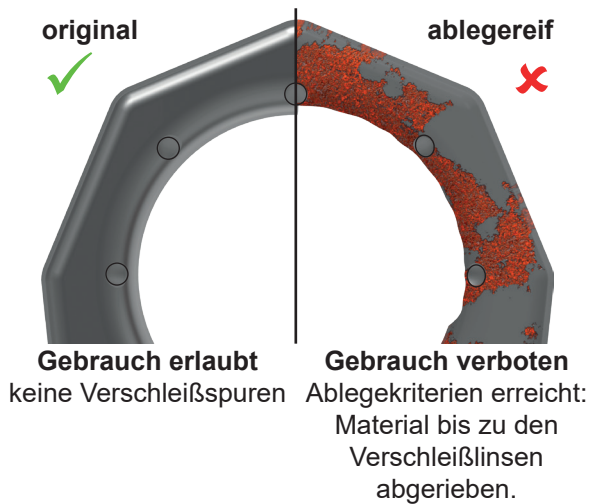

Abb. 2: Verschleißmarkierungen
- Kontrollieren Sie sorgfältig die Verschleißmarkierungen des Zurpunktes (siehe Abb. 2):